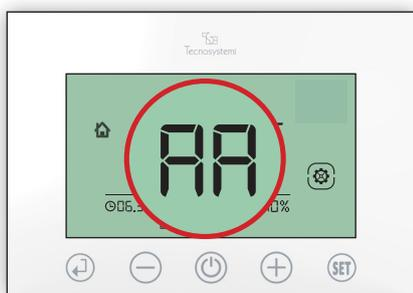

Fig.87
1.2 Sul display apparirà l'icona  e la sigla AA (automatico). (Fig.87)